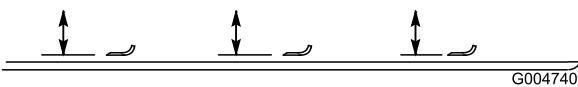

Figure 85
2. Tournez la lame dans le sens longitudinal (Figure 85). Mesurez la distance entre l'intérieur du plateau de coupe et le tranchant à l'avant de la lame. Notez cette valeur.